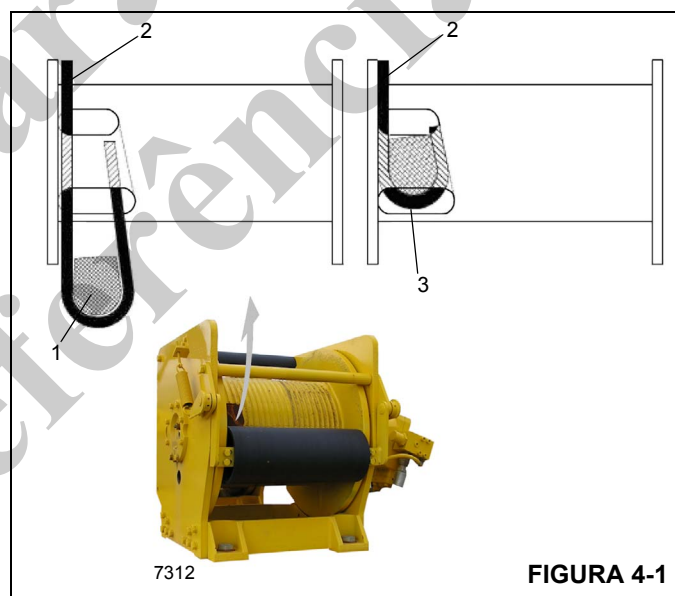

FIGURA 4-1
3. Insira o cabo através da fenda e posicione-o em volta da cunha de fixação (1, (Figura 4-1)).